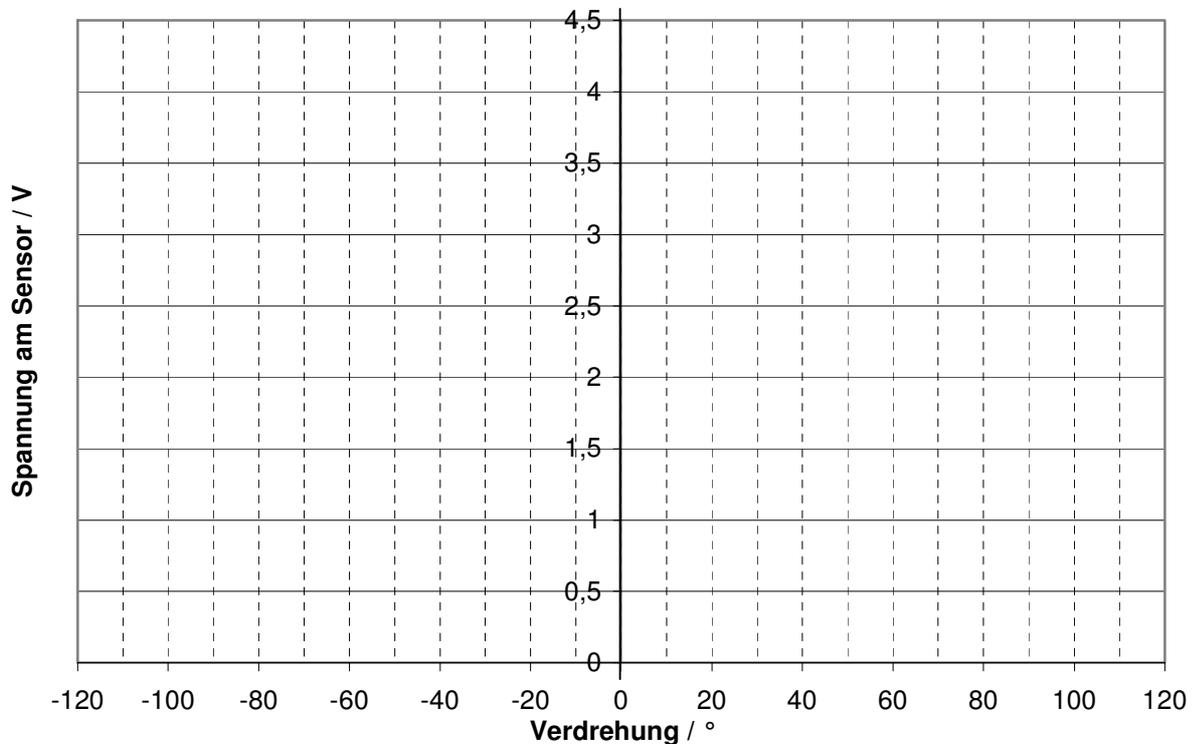

Abb.2: Koordinatensystem zur Auswertung
1. Tragen Sie im folgenden Koordinatensystem (Abb. 2) die gemessene Spannung gegen die Verdrehung auf.